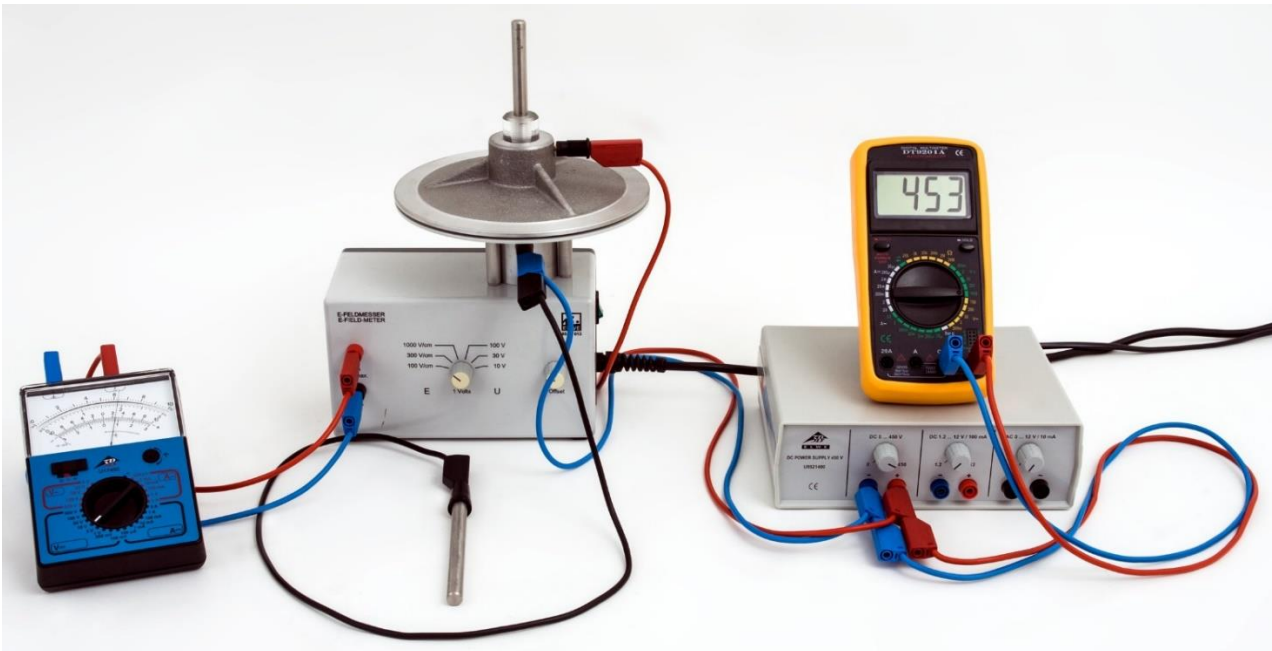

Fig. 1: Disposizione per la misurazione
- Eseguire la disposizione sperimentale secondo Fig. 1. Non accendere ancora l'alimentatore CC.